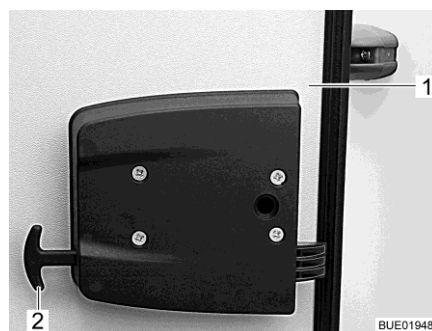

Fig. 55 Sbloccaggio di emergenza dello sportello del garage
- Tirare le due maniglie dello sbloccaggio di emergenza (Fig. 55,2).
- Spingere verso l'esterno lo sportello del garage (Fig. 55,1).